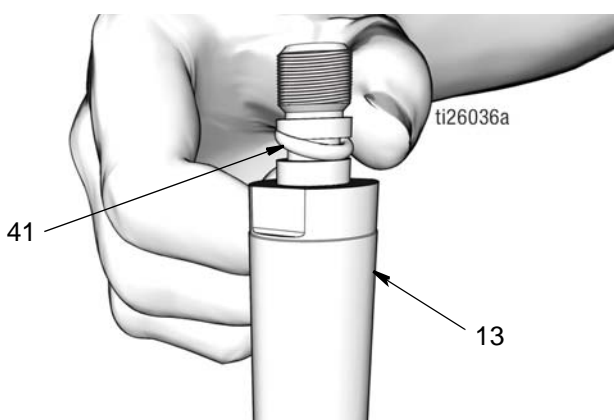

Рис. 46
**ПРИМЕЧАНИЕ:** Не допускается зажимание штока поршня (13) в тисках.
- a. Используйте чистую салфетку для обтирания штока поршня (13) и поршня (6), и для удаления любой грязи или загрязняющих веществ. Осмотрите поверхности на отсутствие любых царапин или повреждения. Замените поврежденные детали.
- b. Нанесите тонкий слой консистентной смазки на уплотнительное кольцо (41). Установите уплотнительное кольцо круглого сечения над пазами поршневого штока (13) (Рис. 46).
**ПРИМЕЧАНИЕ:** При необходимости, можно использовать пинцет для облегчения посадки уплотнительного кольца круглого сечения над пазами поршневого штока (13).